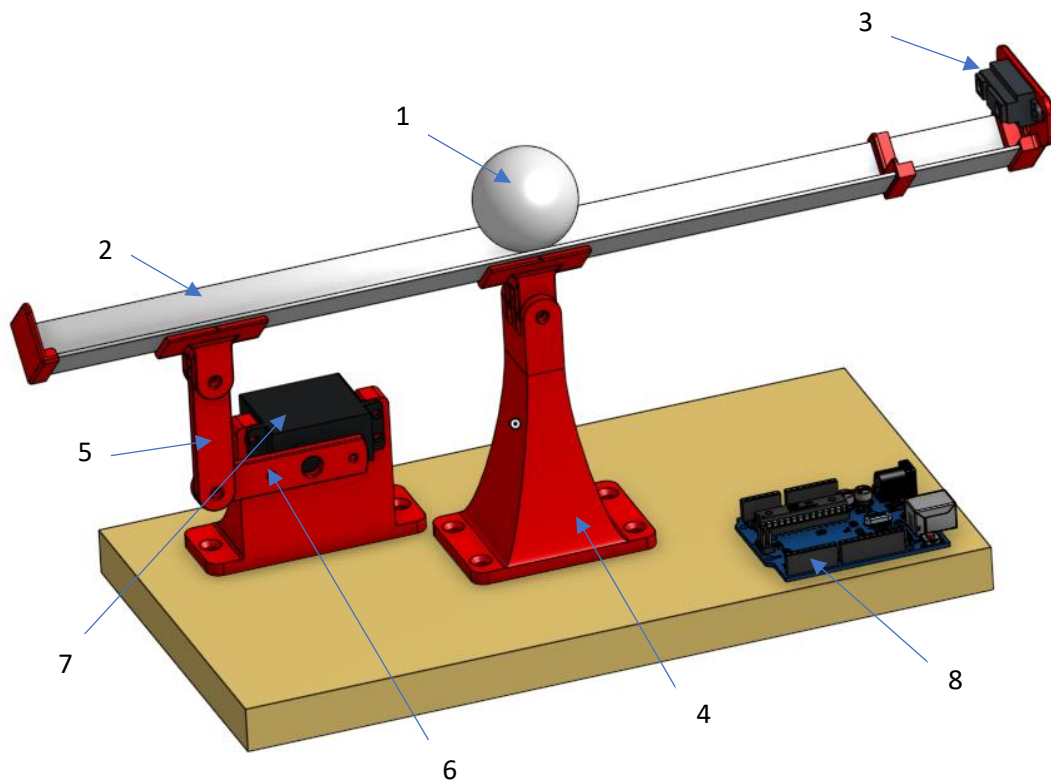

Fig. 1 : Maquette utilis e pour le TP
La figure 1 d crit la maquette utilis e pour ce TP. Soit une balle (1) de masse  $m$  roulant sur une corni re (2). Un capteur de distance infrarouge SHARP 2Y0A21 (3) mesure la distance entre le centre\* de la balle et la face du capteur. La corni re est li e au support central (4) par une liaison pivot. L'inclinaison de la corni re est op r e par un syst me de bielle (5) et de manivelle (6) actionn s par un servomoteur FS5106B (7). L'ensemble du syst me est command  par un microcontr leur ATmega328 int gr  sur une carte de d veloppement de type Arduino Uno R3 (8).